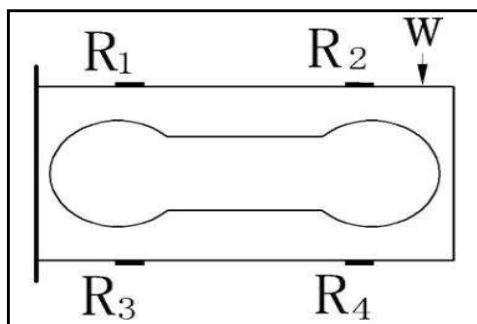

图3 双弯曲悬梁测力结构示意图
(1) 应变片粘贴在双弯曲的结构悬梁上(图3所示)，设计实验方案，研究四个应变片的受力情况(拉伸力、压缩力)，图示说明。